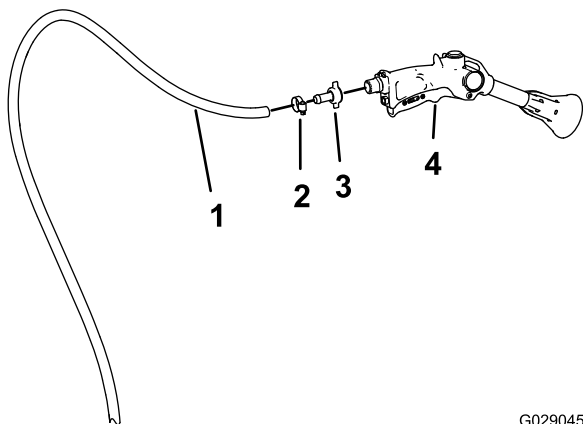

Figura 47
1. Monte a união roscada da pistola de pulverização na união na pistola de pulverização (Figura 47).
- Monte o tubo 1,3 x 762 cm na união roscada da pistola de pulverização e prenda o tubo à união com uma braçadeira de tubos (Figura 47).